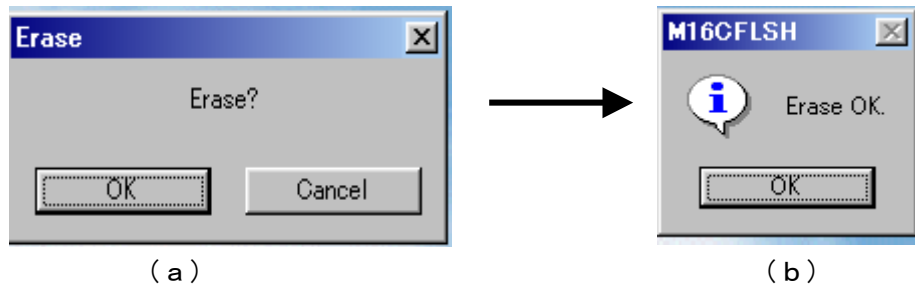

図35 「Erase」チェックウインドウ
- ⑥ 「Erase」ボタンを押します。図35(a)で示されるウインドウの「OK」ボタンを押すと、(b)図で示される「Erase OK」ウインドウが表示します。